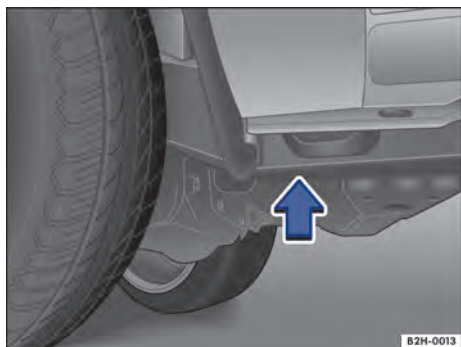
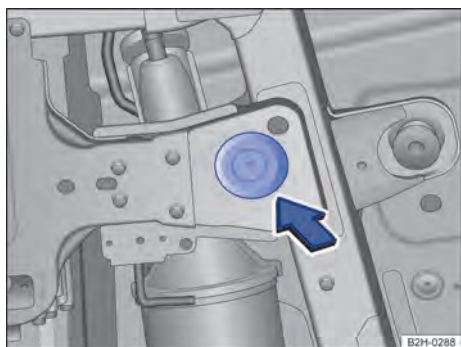
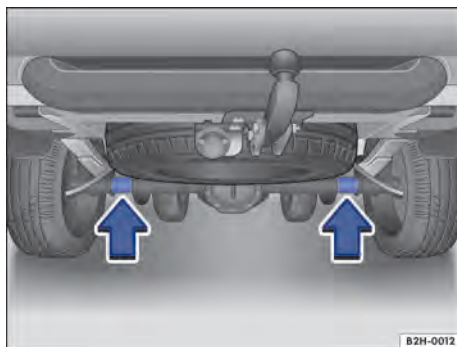

Fig. 212 Pelo lado: ponto de apoio dianteiro do macaco.
Fig. 213 Por baixo: ponto de apoio dianteiro do macaco.
Fig. 214 Pontos de apoio traseiros do macaco.
O macaco deve ser posicionado somente nos pontos de apoio mostrados → Fig. 212 (visto pela lateral) ou → Fig. 213 (visto por baixo).
O macaco deve ser colocado somente nos pontos de apoio mostrados → Fig. 214 (setas).
3. Localizar o ponto de apoio de elevação do veículo mais próximo na frente → Fig. 212 ou na traseira → Fig. 214 da roda a ser trocada.